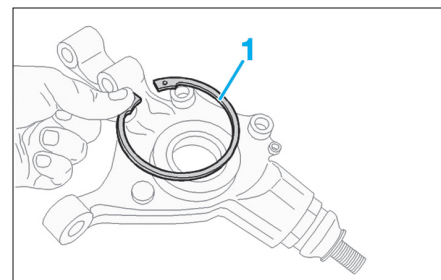

Fig. 30
• Déposer les circlips de maintien de roulement (1) (Fig.30) de moyeu avant.